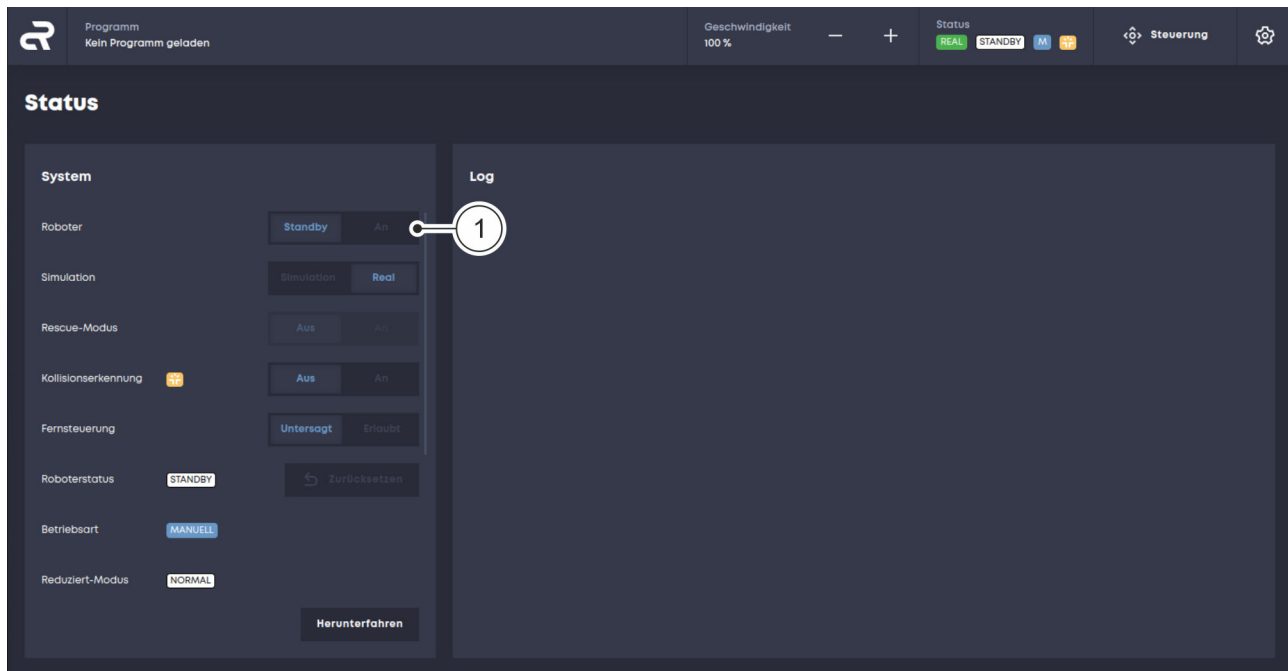

Abb. 34 Roboterregler einschalten
Dazu im Menü „Status“ beim Punkt „Roboter“ auf die Schaltfläche „An“ klicken Abb. 34 / ①.